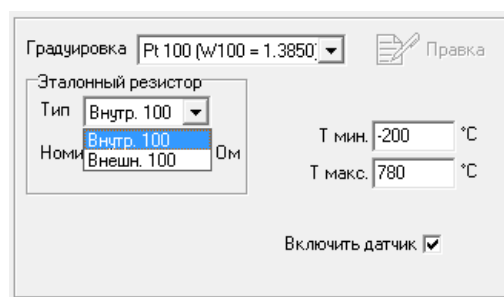

Рисунок 3.5
3.2.2.5. При использовании двух измерительных каналов необходимо подключить к каждому каналу ТСП и выбрать для них опорные резисторы 100 Ом (рисунок 3.5).